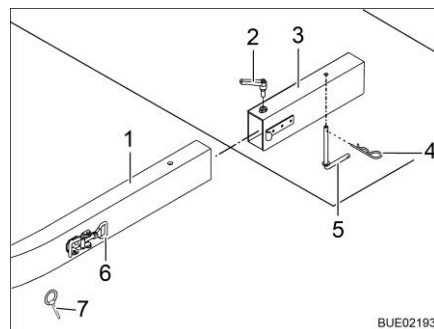

Bild 6 Fäste på fordonet
- Skjut de båda längsgående balkarna (Bild 6,1) på lasthållaren in i fästelementet (Bild 6,3) på fordonet.
- Sätt i den avtagbara veven (Bild 6,5) underifrån genom borrhålen i den längsgående balken och fästelementet och säkra med fjäderkontakten (Bild 6,4).
- Stäng spännlås (Bild 6,6) och säkra med säkringsplint (Bild 6,7).
- Dra fast klämspaken (Bild 6,2).